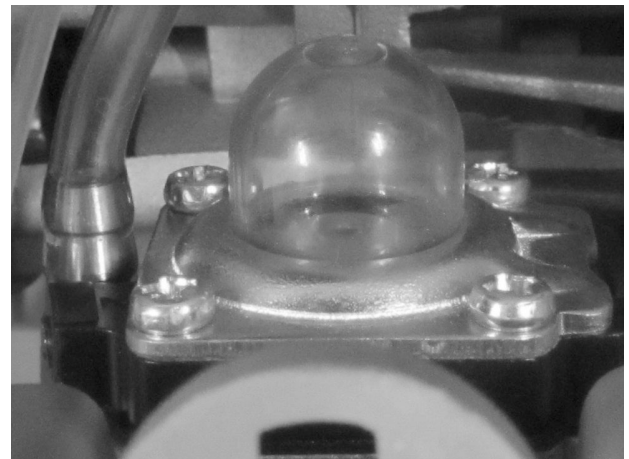

Рис.9
3. Нажмите на ручной топливный насос 7-10 раз, до появления в нем топлива. Насос находится в нижней части карбюратора под корпусом воздушного фильтра (Рис.9)